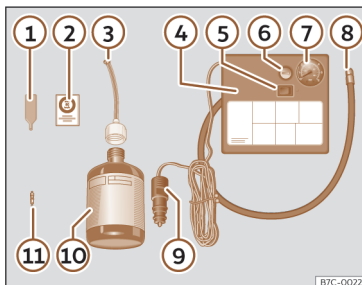

Fig. 39 Representación estándar: contenido del kit antipinchazos.
El kit antipinchazos se encuentra en el compartimento del maletero bajo el revestimiento del suelo. Incluye los siguientes componentes»» **fig. 39**:
- Desenrosque la caperuza y el obús de la válvula del neumático. Utilice el aparato »» **fig. 39** ① para extraer el obús. Colóquelo en una superficie limpia.
- Agite con fuerza la botella de sellante de neumáticos»» **fig. 39** ⑩.
- Enrosque el tubo de inflado»» **fig. 39** ③ en la botella de sellante. El precinto de la botella se romperá automáticamente.
- Retire el tapón del tubo de llenado »» **fig. 39** ③ y enrosque el extremo abierto del tubo en la válvula del neumático.
- Vuelva a colocar el obús con el aparato »» **fig. 39** ① en la válvula del neumático.
- Enrosque el tubo de inflado del neumático del compresor»» **fig. 39** ⑧ en la válvula del neumático.
- Compruebe que el tornillo de evacuación de aire está cerrado»» **fig. 39** ⑥.
- Acople el conector»» **fig. 39** ⑨ a toma de corriente de 12 voltios del vehículo »» pág. 164.
- Conecte el compresor de aire con conmutador ON/OFF»» **fig. 39** ⑤.
- Pegue el adhesivo»» fig. 39 ② en el cuadro de instrumentos, dentro del campo visual del conductor.
Vuelva a enroscar el tubo de inflado »» fig. 39 ⑤ y compruebe la presión en el manómetro ⑥.